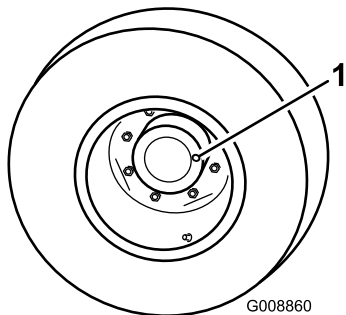

Bild 41
1. Stellen Sie, wenn sich die Maschine auf einer ebenen Fläche befindet, das Rad so, dass sich die Prüf-/Ablassschraube (Bild 41) entweder in der 3-Uhr- oder der 9-Uhr-Stellung befindet.
2. Nehmen Sie die Schraube am Planetengetriebe ab (Bild 41). Der Ölstand muss die Unterseite des